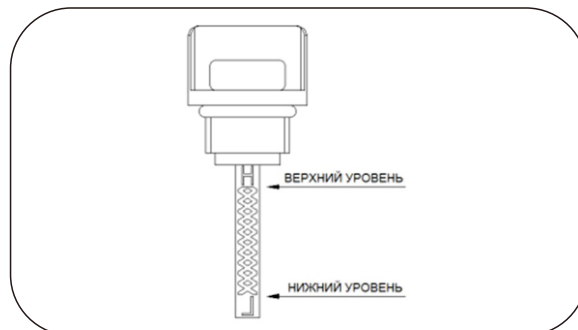

Рисунок 3. Отметки на масляном щупе.
6. Заправьте моторное масло рекомендованного типа до верхней отметки на щупе, Рисунок 3.